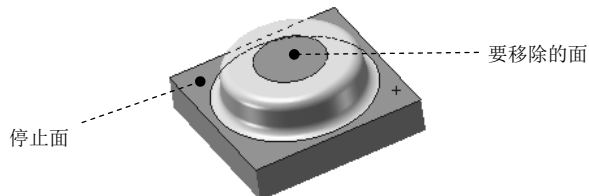

图 10.4.6 选取停止面和要移除的面
下面以图 10.4.6 所示的成形工具为例，讲述带移除面成形工具的创建操作过程。
② 定义移除面属性。激活“成形工具”对话框的 **要移除的面** 区域，选取如图 10.4.6 所示的面为要移除的面。
(3) 单击  按钮，完成成形工具 2 的创建。